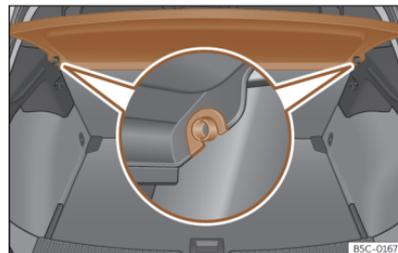

Abb. 172 Im Gepäckraum: Gepäckraumabdeckung aus- und einbauen.
- Ziehen Sie die Gepäckraumabdeckung nach oben aus den seitlichen Halterungen >>> (**Abb. 172**) heraus.
- Führen Sie die Gepäckraumabdeckung horizontal ein, so dass das „Hufeisen“ über der Aufnahmeachse >>> (Abb. 172) liegt, und drücken Sie die Abdeckung nach unten, bis sie einrastet.